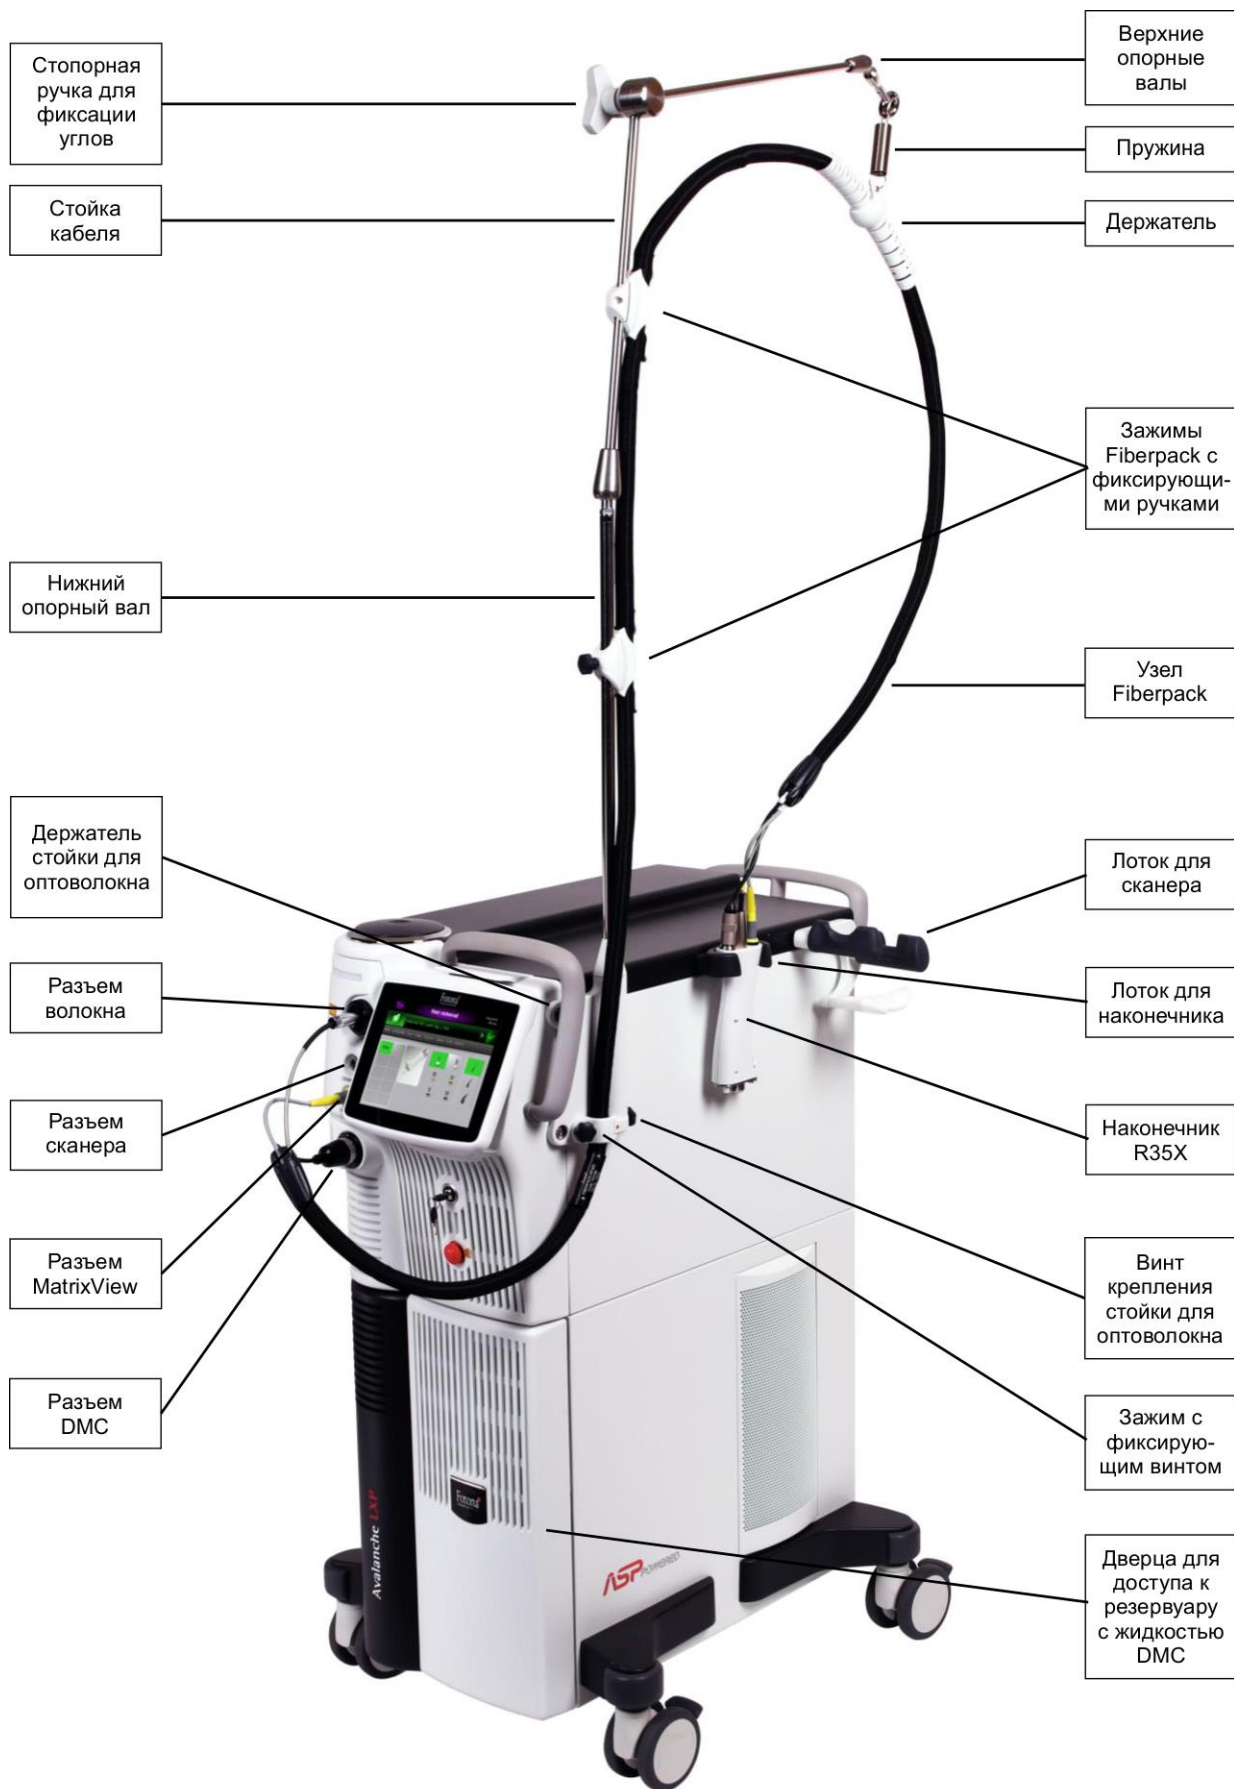

Рисунок 4.5: Система AvalancheLase со стойкой с держателем для оптоволоконна
См. рисунок 4.5 выше:
- Вставьте нижний опорный вал в держатель стойки для оптоволоконна (см. рисунок 4.5 выше).
- Для регулировки углов кабельной стойки и двух верхних опорных валов (см. рисунок 4.5 выше) следует ослабить стопорную ручку для фиксации углов, отрегулировать углы и затянуть ручку.
- Затем узел Fiberpack на передней панели следует аккуратно повернуть в сторону нижней части стойки для оптоволоконна и зафиксировать зажимом в нижней части стойки для оптоволоконна (см. рисунок 4.5). Узел Fiberpack должен быть расположен таким образом, чтобы зажим находился в месте красной ленты на узле Fiberpack.
- Зафиксируйте зажим винтом зажима (см. рисунок 4.5).